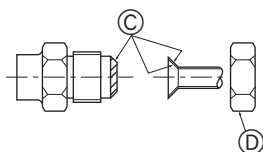

Fig. 5-6
Ⓐ (Fig. 5-6)
Ⓑ (Fig. 5-6)
5.5. Connexion des tuyaux (Fig. 5-6)